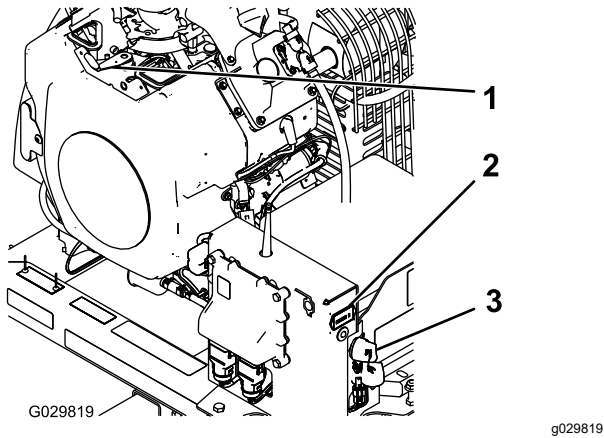

Figura 14
2. Gire la llave de contacto a la posición de ARRANQUE (Figura 14).
- Si va a abandonar la máquina, gire la llave a la posición de DESCONECTADO y retírela del interruptor de encendido (Figura 14).